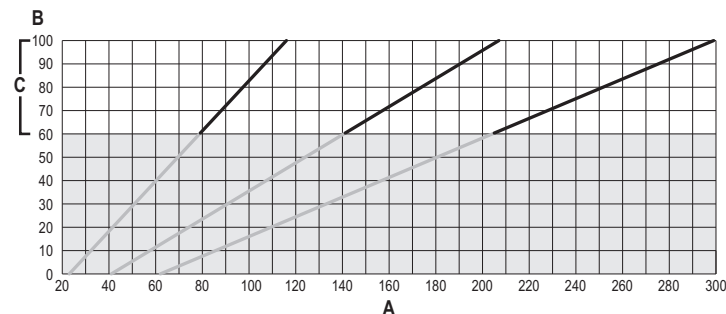

рис. 40
- Нажмите на **кнопки отопительной системы** (поз. 3 и 4 - рис. 1) чтобы увеличить или уменьшить расход тепла (минимальная = 00 - максимальная = 100). См. график "Регулирование расхода тепла" (рис. 40).